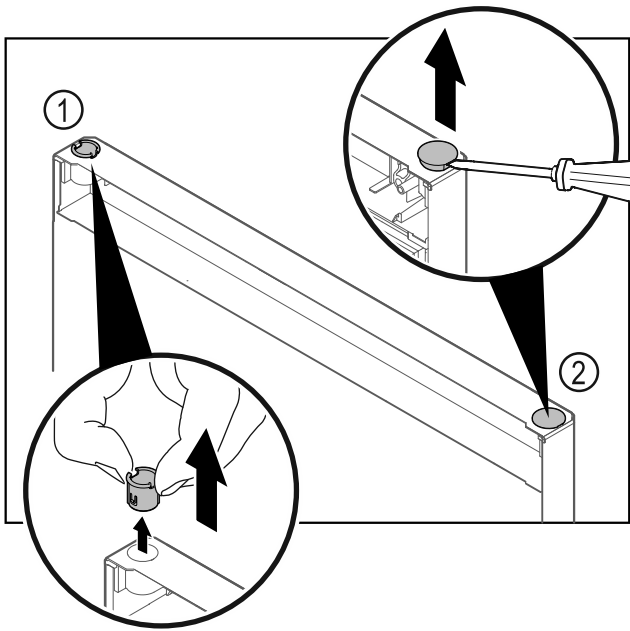

Fig. 24
- ▶ Pirštais ištraukite šarnyrinę įvorę Fig. 24 (1).
- ▶ Dengiamąjį kamštį Fig. 24 (2) atsargiai pakelkite išdrožiniu atsuktuvu ir jį ištraukite.